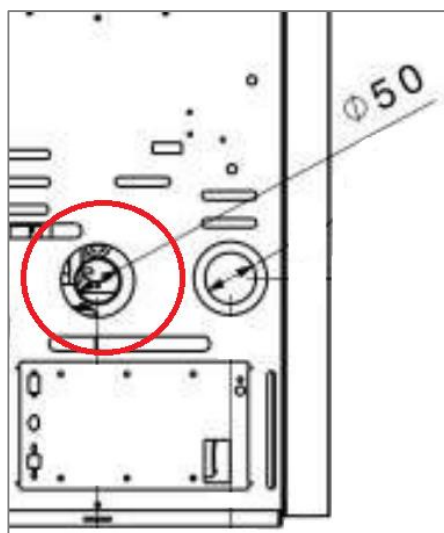

figura 1
2. No caso anterior, é obrigatório que a alimentação do ar de combustão à estufa seja feita pelo exterior. Pode-se utilizar mangas de pvc (rígidas, flexíveis, etc.) com o mesmo diâmetro da boca do fogão (ver figura 1) e cujo comprimento não ultrapasse a espessura da parede (aprox. 30 ou 50 cm).